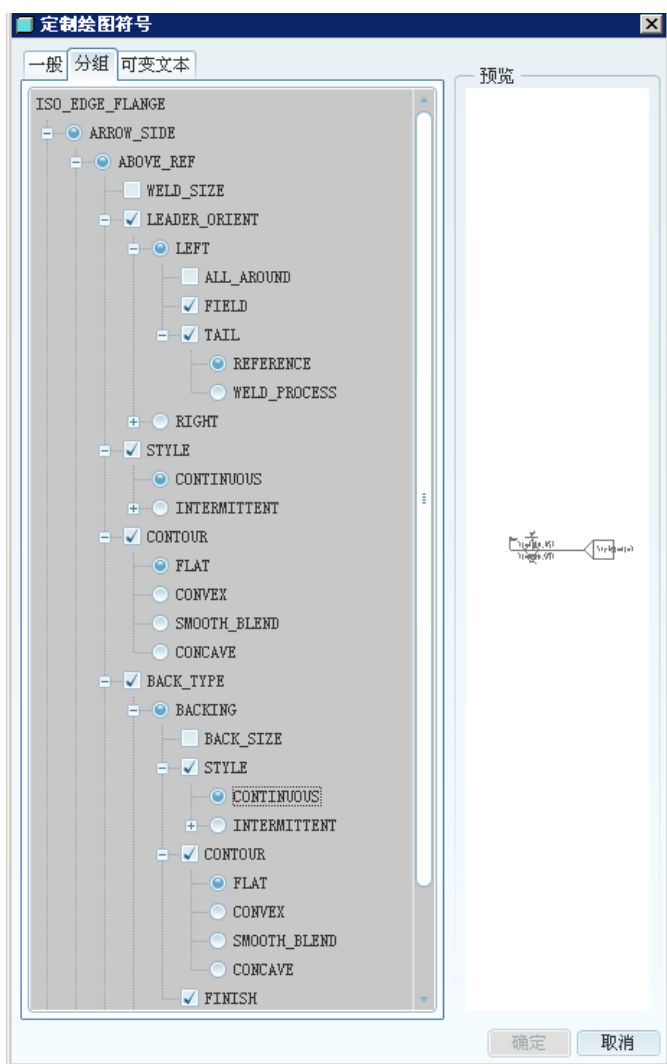

图 5.8.5 “分组”选项卡
Step4. 在“定制绘图符号”对话框中打开 **分组** 选项卡, 详细设置如图 5.8.5 所示, 同时在 **预览** 区域中观察设置之后的变化, 以确定某些选项是否需要(读者也要根据具体情况来设置这些选项)。